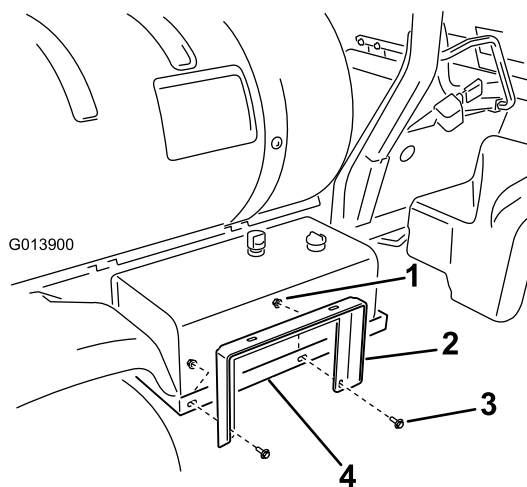

Рисунок 8
1. Установите опору шлангового барабана на опору гидравлического бака (Рисунок 8) с помощью двух болтов с фланцевой головкой (3/8 x 1 дюйм) и двух гаек с фланцем (3/8 дюйма). Не затягивайте полностью гайки чтобы затем выполнить необходимые регулировки.
3. Установите опору шлангового барабана на крепежные планки шлангового барабана (Рисунок 8) с помощью двух болтов с фланцевой головкой (3/8 x 1 дюйм) и двух гаек с фланцем (3/8 дюйма).